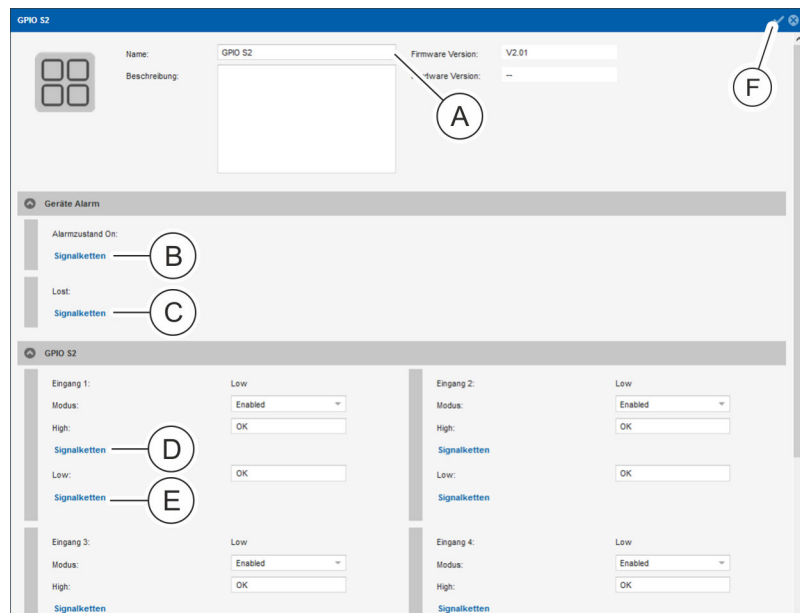

Abb. 131: Menü "Status" – Registerkarte "Sensoren" (Detailansicht)
6. ➔ Für das ausgewählte GPIO-Modul bei Bedarf die Benennung ändern und bei Bedarf eine Beschreibung hinzufügen (Abb. 131/Ⓐ).
7. ➔ Für den jeweiligen Eingang für das Low-Signal bei Bedarf über die Schaltfläche „*Signalketten*“ eine Signalkette zuweisen (Abb. 131/Ⓞ).
11. ➔ Für den jeweiligen Eingang für das High-Signal bei Bedarf über die Schaltfläche „*Signalketten*“ (Abb. 131/Ⓟ) eine Signalkette zuweisen (analog zu Schritt 8 – 10).
12. ➔ Im Bereich „*Geräte Alarm*“ für den „*Alarmzustand Lost*“ und „*Alarmzustand OK*“ bei Bedarf eine Signalkette konfigurieren. Dazu auf die Schaltfläche „*Signalketten*“ (Abb. 131/Ⓟ bzw. Ⓞ) klicken.
14. ➔ Konfiguration über die Schaltfläche „*Speichern*“ (Abb. 131/Ⓟ) übernehmen.